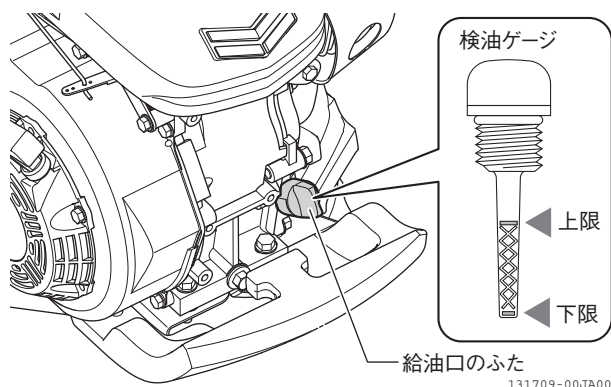

図 4-15 点検のしかた
1. 給油口のふたを外して、先端の検油ゲージのエンジンオイルをきれいにふきます。(図 4-15)
2. 給油口のふたを給油口に差し込み、もう一度抜き出します。(図 4-15)